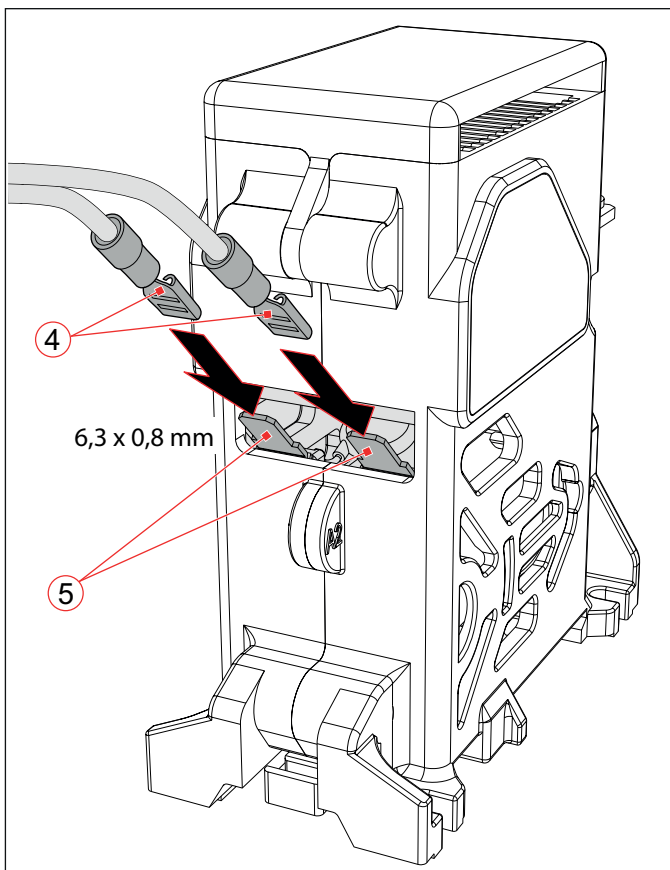
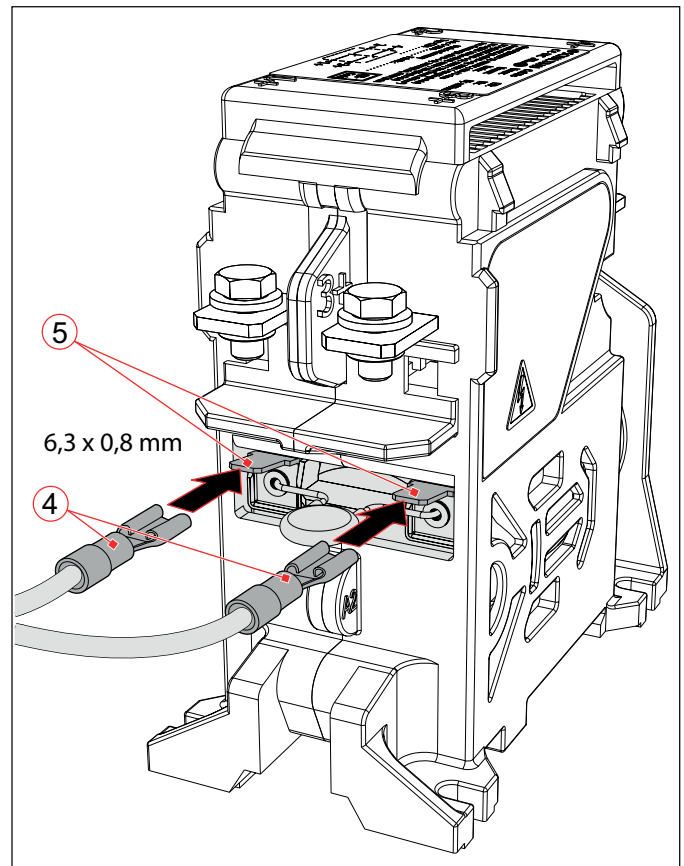

Abb. 11: Baureihe C193: Spulenanschlüsse herstellen
Abb. 12: Baureihe C294: Spulenanschlüsse herstellen
- ▶ Steuerleitungen und Flachsteckhülsen nur in Steckrichtung bewegen und verlegen, siehe **Abb. 11** und **Abb. 12**.
- ▶ Die vorbereiteten Steuerleitungen mit den Flachsteckhülsen (4) auf die beiden Spulenanschlüsse A1 und A2 (5) aufstecken.